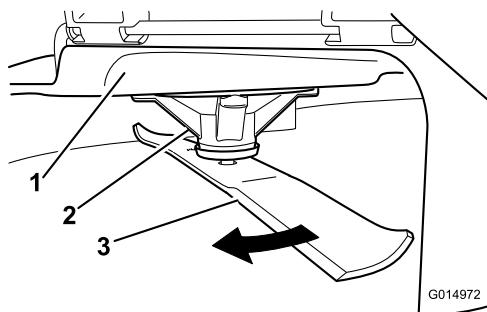

Figura 64
2. Usando luvas almofadadas ou outra proteção adequada para as mãos, rode lentamente lâmina para uma posição que lhe permita uma medição da distância entre a extremidade de corte e a superfície nivelada onde a máquina está (Figura 64).